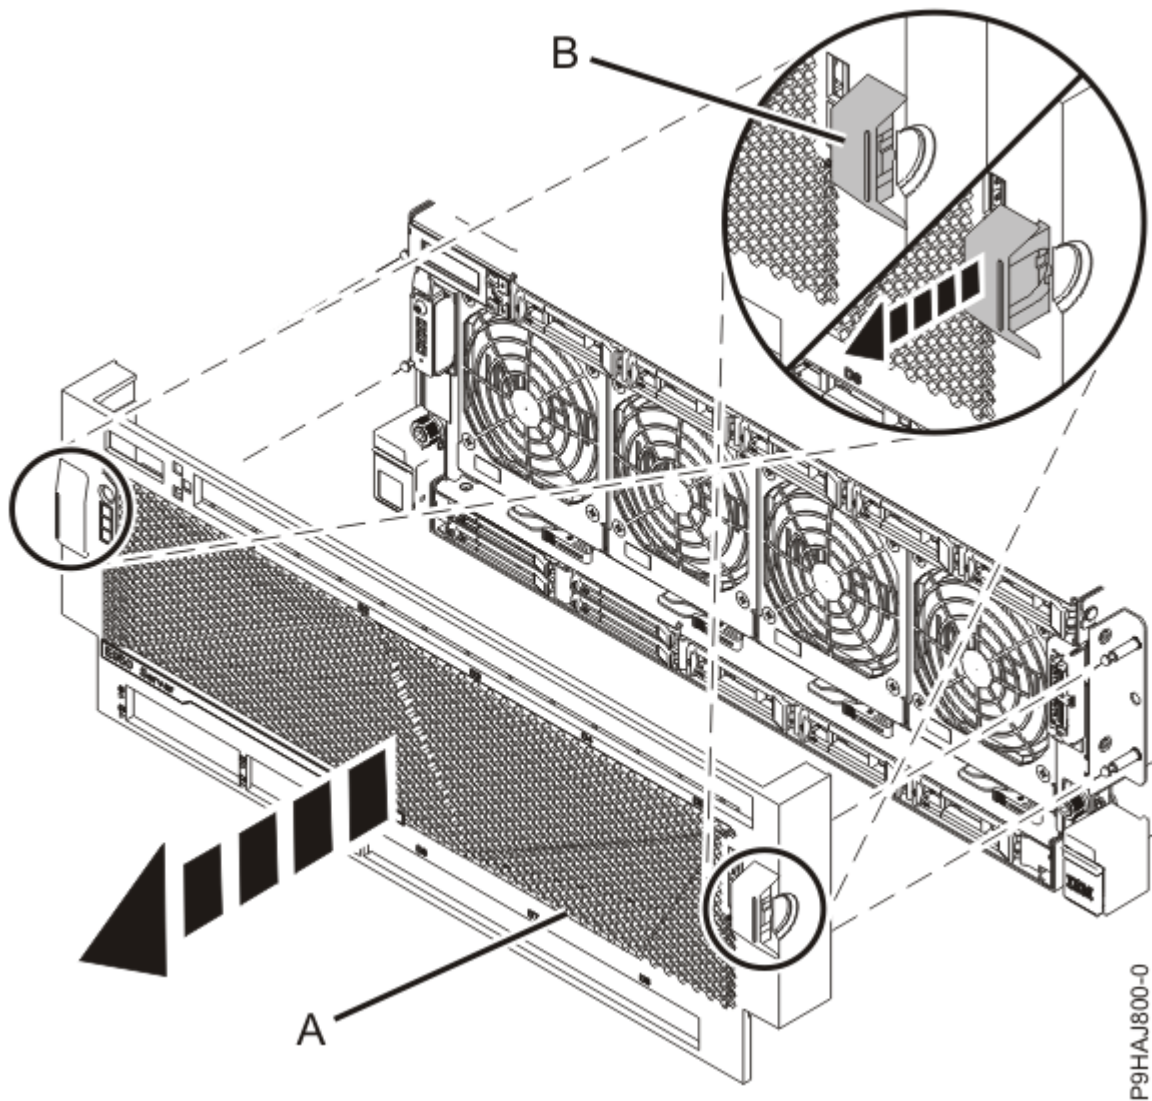

Abbildung 10. Vordere Abdeckung ausbauen
2. Legen Sie Ihre Finger in die Vertiefungen **(B)** auf beiden Seiten der Abdeckung (siehe Abbildung 10 auf Seite 13).
3. Ziehen Sie die Abdeckung **(A)** vom System ab (siehe Abbildung 10 auf Seite 13).